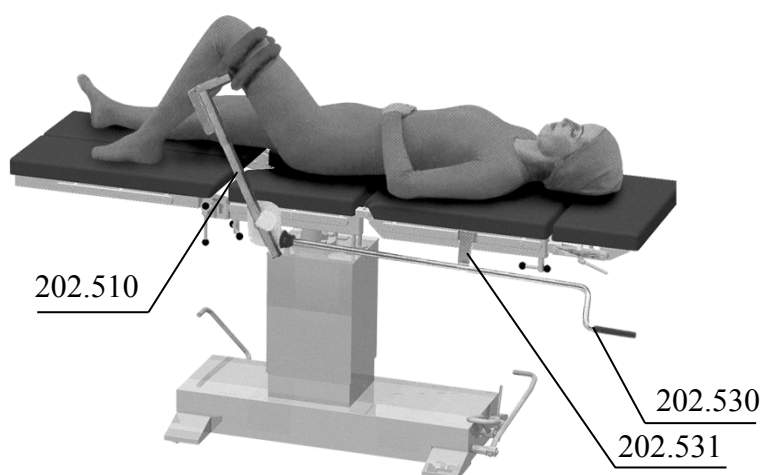

**Рисунок 4. Вариант использования приспособлений комплекта (проведение артроскопии с приводом из нестерильной зоны).**
9.3 Крепление устройства производится на боковую планку операционного стола, длина приводной ручки 202.530 позволяет осуществлять поворот подколенной опоры 202.510 из нестерильной зоны (рисунок 4).